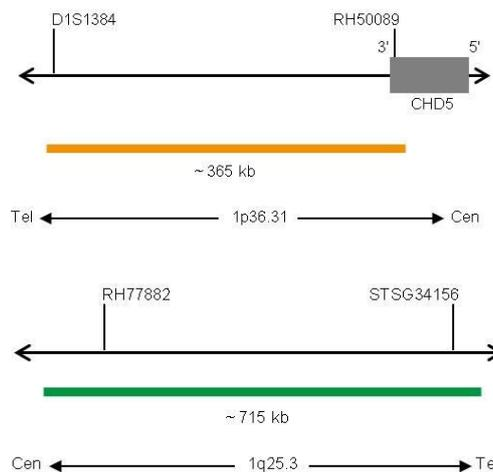

Fig. 1 : En haut : Carte de la sonde SPEC 1p36 ; En bas : Carte de la sonde SPEC 1q25 (pas à l'échelle)
- Polynucléotides marqués au ZyOrange (excitation 547 nm/émission 572 nm) (~4,5 ng/μl), qui ciblent des séquences en 1p36.31* (chr1:5,808,946-6,176,336) (voir figure 1).
- Polynucléotides marqués au ZyGreen (excitation 503 nm/émission 528 nm) (~10,0 ng/μl), qui ciblent une séquence en 1q25.3* (chr1:184,271,714-184,986,522) (voir figure 1).